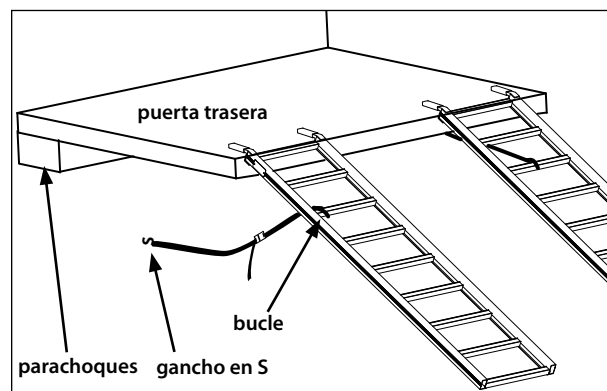

Figura 1
1. Conecte las dos correas de fijación que se proporcionan en el tercer peldaño cruzado desde el extremo de la puerta trasera (uno en cada rampa). Enrolle el extremo con bucle de cada correa alrededor del peldaño cruzado y pase la hebilla y el extremo de gancho en S por el bucle. Esto conecta permanentemente las correas con la rampa. **CONSULTE LA FIGURA 1.**